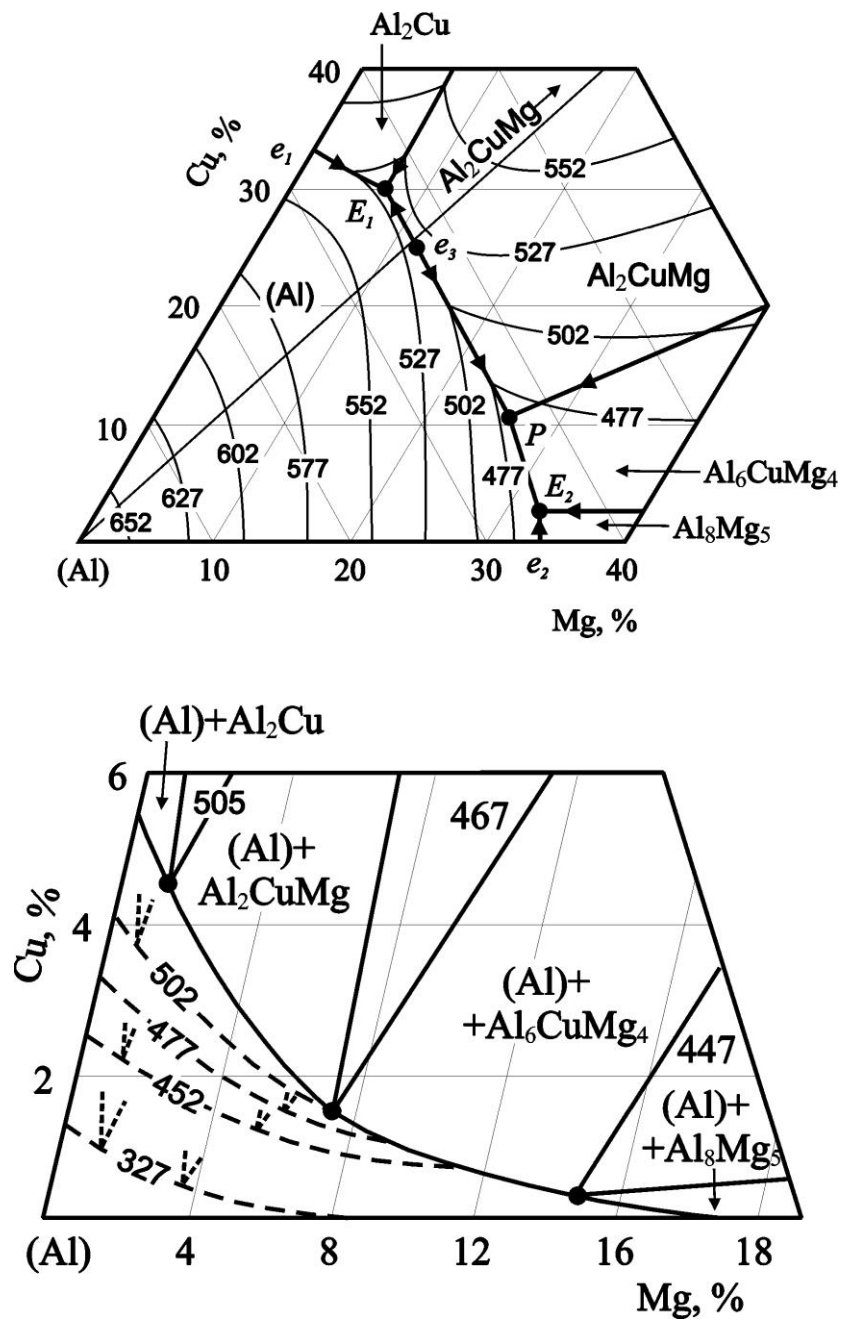

Рис.10. Диаграмма состояния системы Al-Cu-Mg:
2. Построить кривую охлаждения сплава Al–2,5%Mg–15%Cu (указать реакции) – рис.10
2. Оценить состав первой капли жидкости при нагреве сплава Al–18%Mg–2%Cu (обосновать ответ) – рис.10
2. Оценить состав первой капли жидкости при нагреве сплава Al–2%Mg–8%Cu (обосновать ответ) – рис.10